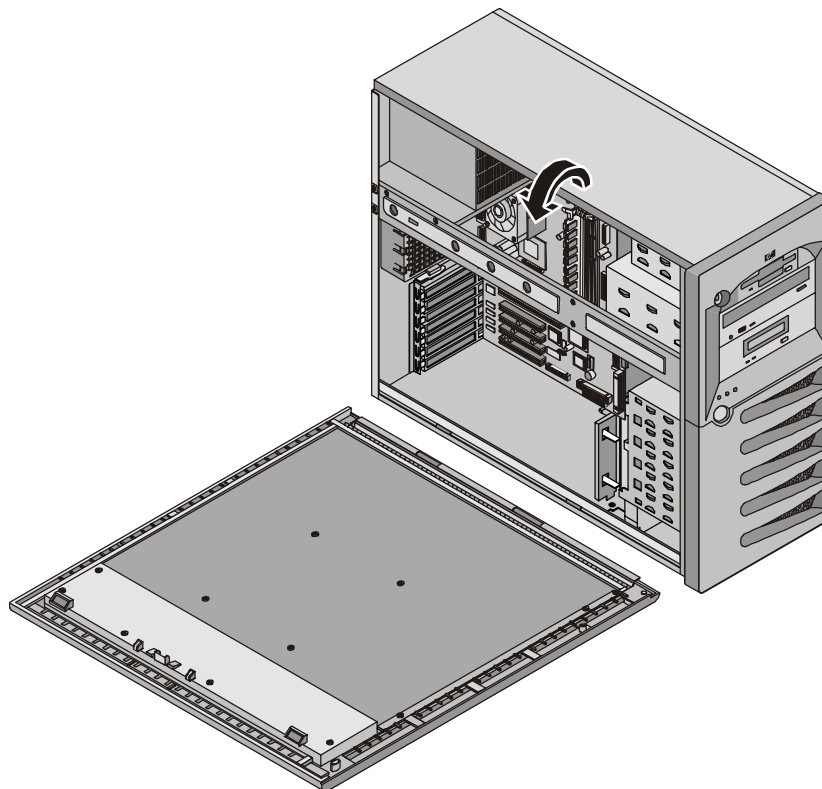

Figura 3-4. Panel lateral (abierto)
- Se puede acceder a los módulos de placas del sistema, la fuente de alimentación, el ventilador y las tarjetas PCI desde el panel lateral. Consulte la Figura 3-4.
3. Levante el enganche y abra el panel. Consulte la Figura 3-4.